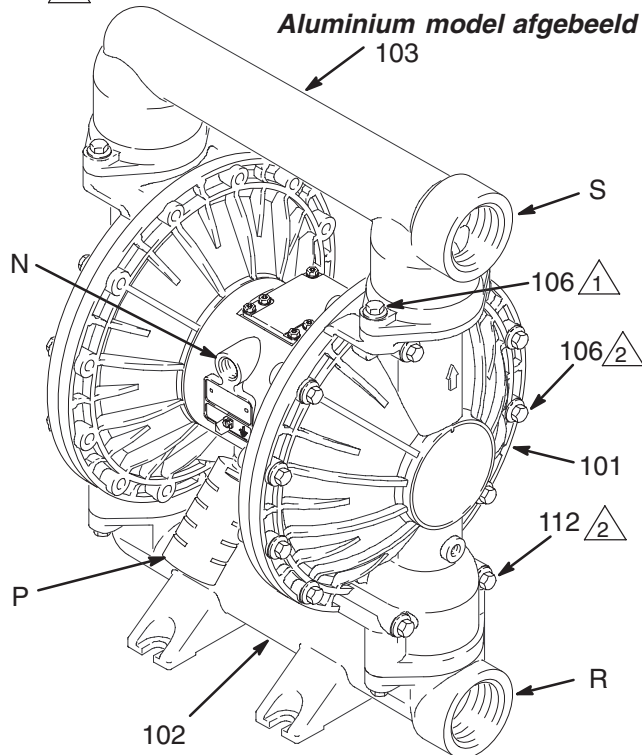

Fig. 3
4. De pomp is erg zwaar. Als verplaatsen nodig is, laat dan twee mensen samen de pomp optillen door die bij het uitlaatspruitstuk (50) vast te grijpen. Zie Fig. 3 op pagina 8.
De pomp wordt geleverd met de vloeistofinlaat- (R) en -uitlaatpoorten (S) in dezelfde richting. Zie Fig. 3. Het veranderen van de richting gaat als volgt:
1. Verwijder de schroeven (106) waarmee het inlaatspruitstuk (102) en/of het uitlaatspruitstuk (103) op de deksels (101) vast zit.